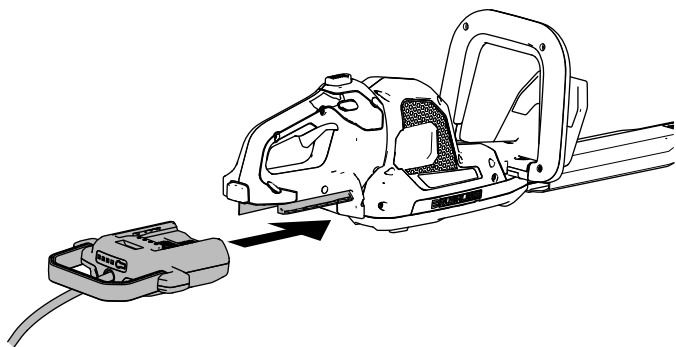

Figura 5
2. Allineate il connettore della batteria e inseritelo nello strumento fino a quando non si blocca nel fermo come mostrato nella Figura 5.